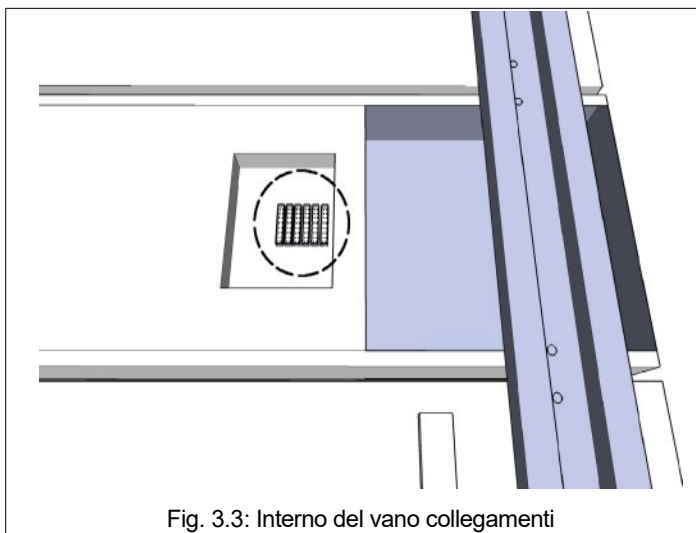
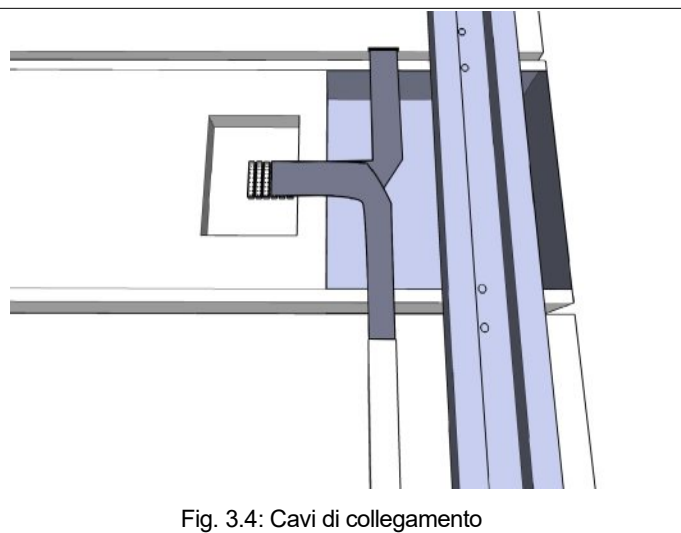

Fig. 3.3: Interno del vano collegamenti
Fig. 3.4: Cavi di collegamento
Verificare inoltre che il cavo piatto dei vari moduli (Fig. 3.4) resti libero per i successivi collegamenti.
2. Collegare i cavi piatti provenienti dai vari moduli ai connettori (Fig. 3.3, Fig. 3.4) della scheda elettronica alloggiata nel vano di collegamento.